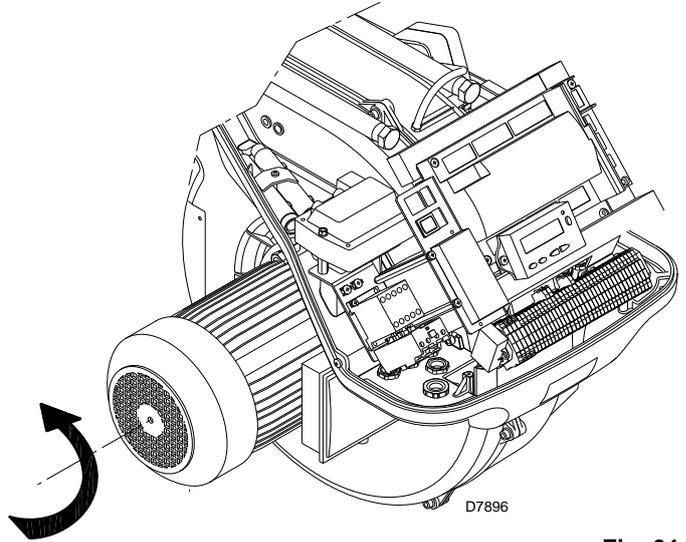

Fig. 31
Chiudere i termostati/pressostati e mettere l'interruttore di Fig. 31 in posizione "1".
Appena il bruciatore si avvia posizionarsi quindi di fronte alla ventola di raffreddamento del motore ventilatore e verificare che questa ruoti in senso antiorario. Vedi Fig. 31.
- mettere l'interruttore di Fig. 31 in posizione "0" ed attendere che l'apparecchiatura esegua la fase di spegnimento;
Il bruciatore è nello stato di attesa richiesta calore o il selettore "0-1" (Fig. 31 a pag. 36) è sulla posizione "0".